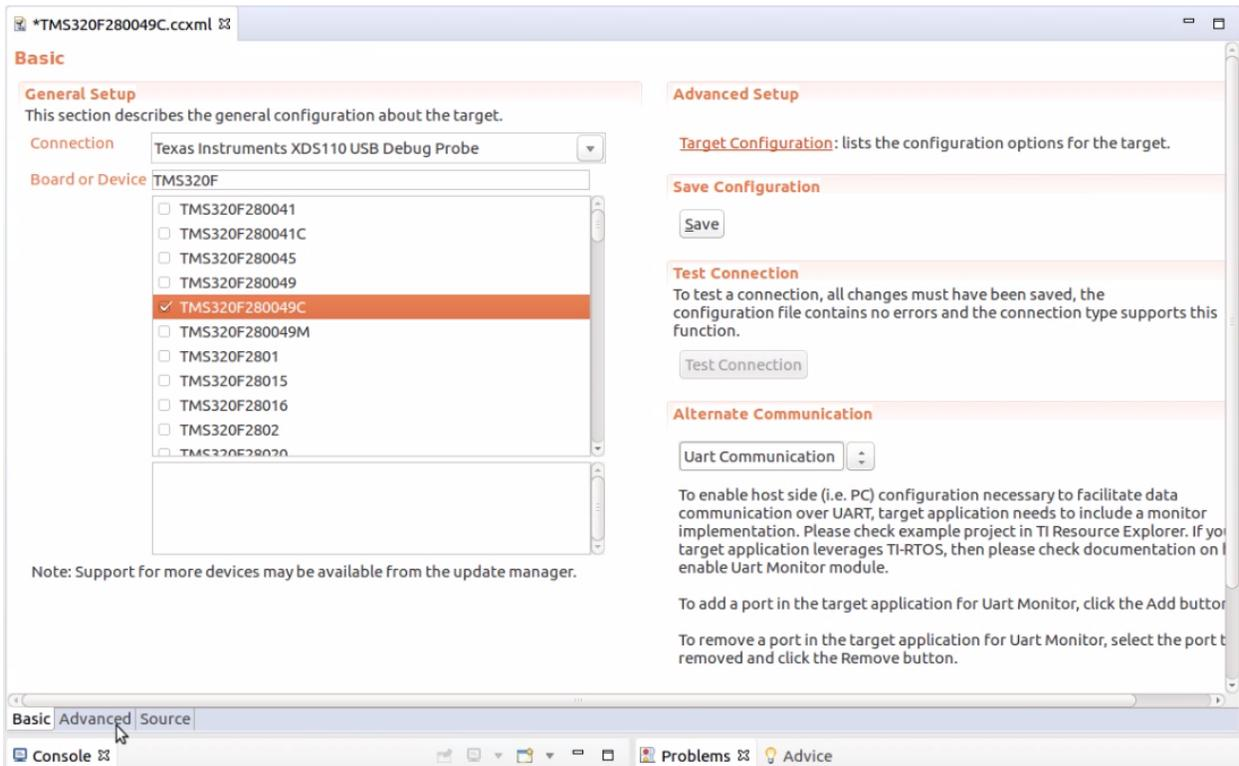
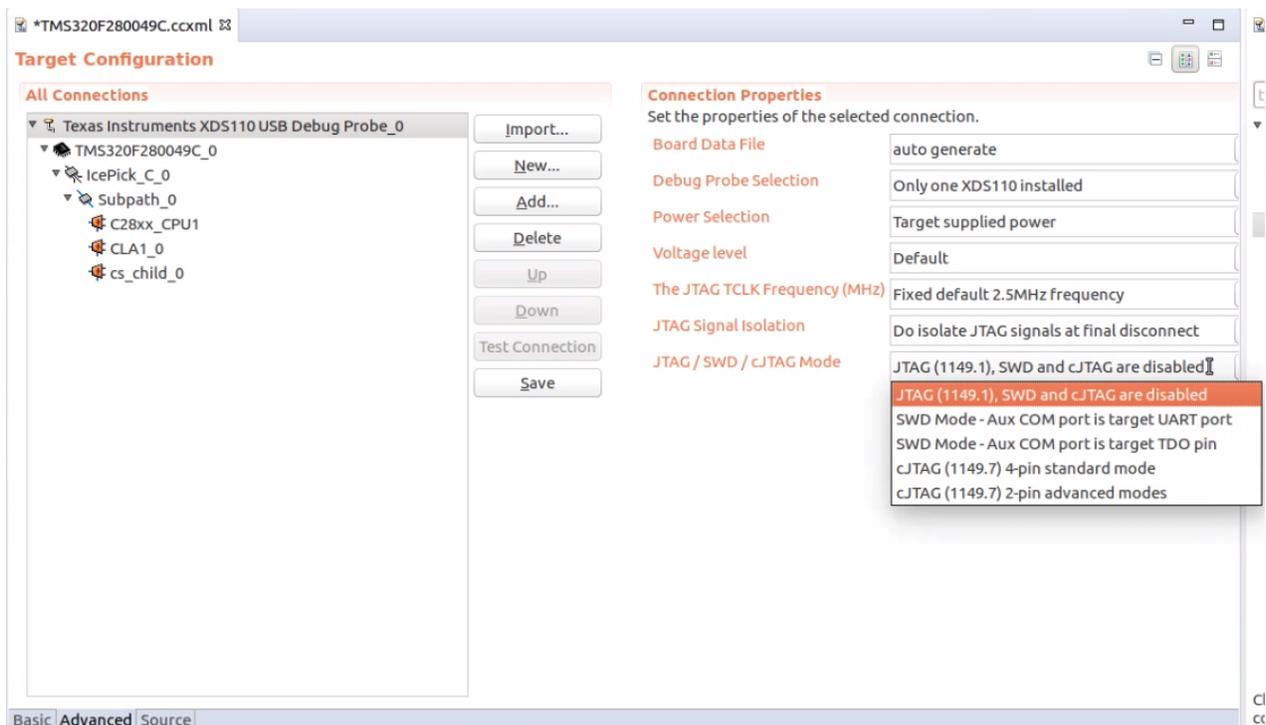

Figura 4 Selección de la conexión XDS110 USB y del dispositivo a conectar.
Figura 5 Selección de la configuración del cJTAG 1149.7 de 2 terminales.
Después, se debe corroborar que se encuentre seleccionado el dispositivo declarado al crear el proyecto, indicado en la Sección 2. Para hacer esta verificación se puede escribir en la ventana de la opción *Board or Device* parte de la matrícula del dispositivo, como se observa en la figura 4 y verificar que esta seleccionado el **TMS320F280049C**.
Posteriormente, se debe acceder a las opciones avanzadas dando clic con el cursor a la pestaña Avanzada o Advanced, ubicada en la parte inferior izquierda de la ventana que visualiza el archivo `TMS320F280049C.ccxml`, como se indica en la figura 4.
En la pestaña Advanced mostrada en la figura 5, se debe seleccionar con el cursor el protocolo de comunicación asignado *Texas Instruments XDS110 USB Debug Probe*, en la parte superior de la subventana All Connections. Después, en el conjunto de parámetros Connection Properties se debe seleccionar en JTAG/SWD/cJTAG Mode la opción **modo avanzado de 2 terminales cJTAG(1149.7)**, como se indica den la figura 5. Después de hacer esta elección se desplegarán otros campos de configuración que **no se deben modificar**.
La configuración debe ser como se muestra en la figura 4.
- a) Entrar a la pestaña de configuración avanzada, mostrada en la figura 5 ubicada en la parte inferior izquierda de la ventana `TMS320F280049C.ccxml`, como se indica con el cursor en la figura 4